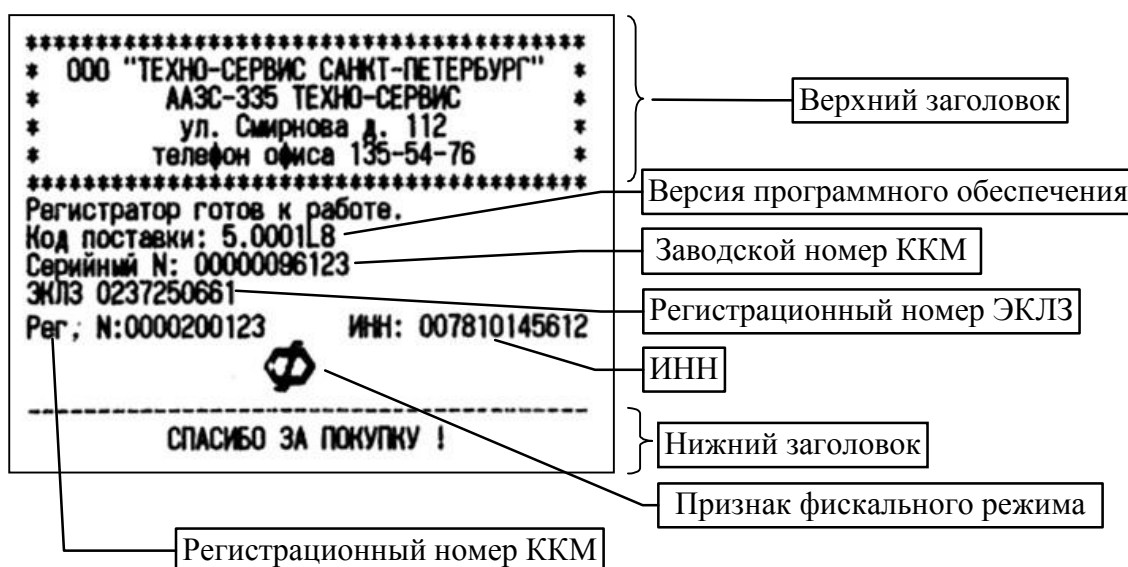
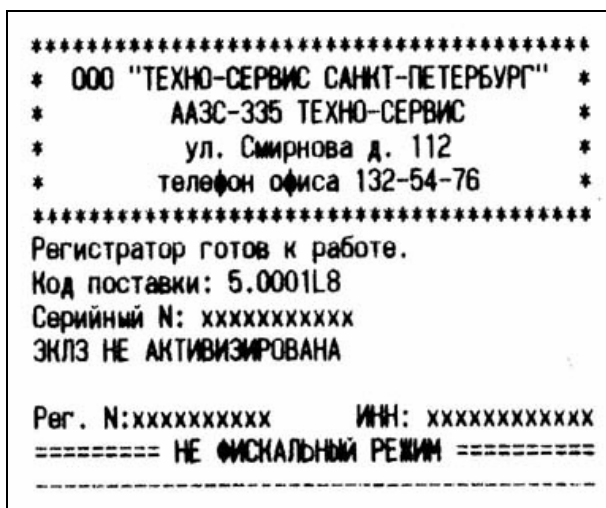

Рисунок 8.1- Образец чека готовности ККМ (фискальный режим)
Рисунок 8.2 - Образец чека готовности ККМ (нефискальный режим)
8.2.2 При включении питания происходит автоматическая печать на чековой ленте сообщения (Рисунок 8.1, Рисунок 8.2), содержащего: